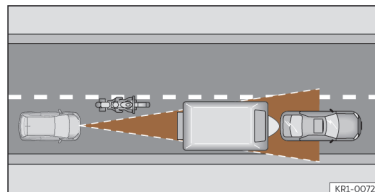

Abb. 125 Vorausfahrender Motorradfahrer außerhalb des Erfassungsbereichs des Radarsensors.
- Versetzt fahrende Fahrzeuge oder Fahrzeuge, die außerhalb des Erkennungsbereichs des Sensors fahren, z. B. Motorräder >>> (Abb. 125).